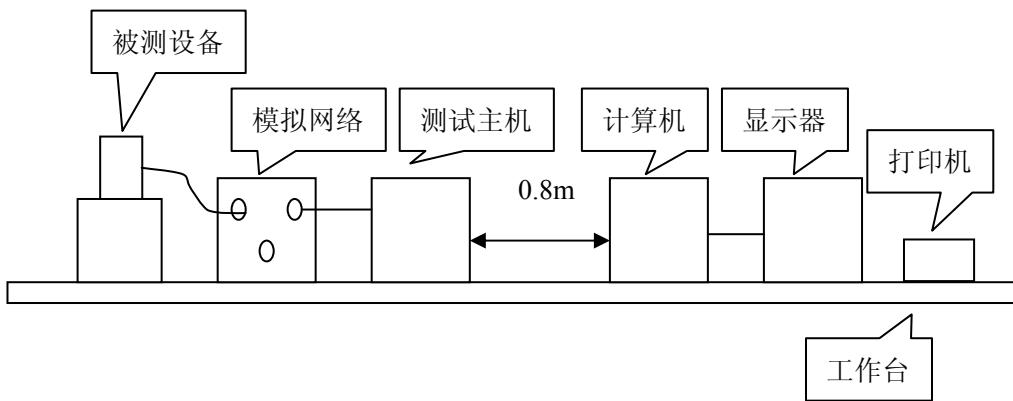
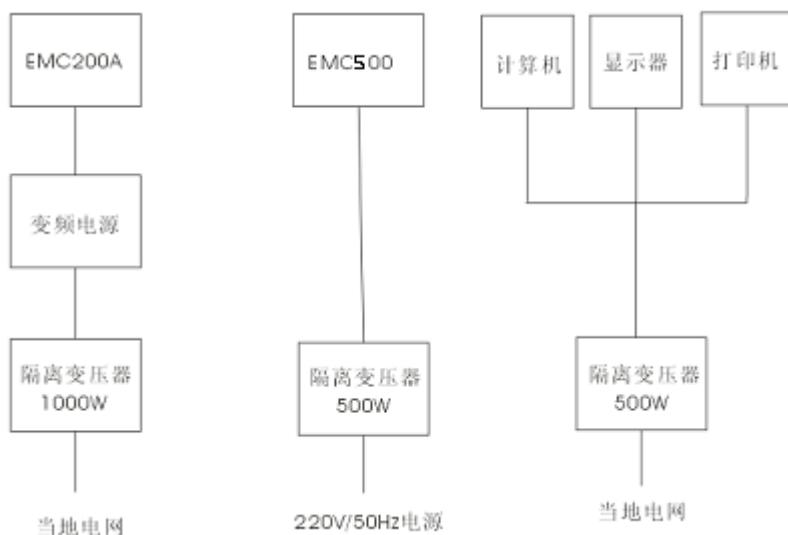

图 2 系统布置示意图
图 3 隔离变压器的摆放
如图 3 所示，配置 3 个隔离变压器，计算机、打印机配用一个； EMC500 接收机配用一个；EMC200A 匹配网络用一个，若有条件，在隔离变压器与 EMC200A 之间接一个变频电源，以给被测设备提供一个
注意：图 3 所示的 1000W 隔离变压器是一个参考量，用户应该根据被测设备的功率选择合理的隔离变压器瓦数；同样，变频电源的瓦数也取决于被测设备。
- (1) 按图 2 和图 3 所示的位置摆放好后，首先连接 EMC200A 匹配网络和放置在后面的金属板，要用 6 根适当长度、较粗的多股铜线连接 EMC200A 匹配网络后面板上的 6 只接线端子，6 根铜线的另一头应焊一只连接片，连接片与金属板的应可靠连接，并用螺栓紧固。
- (2) 连接好 EMC500 接收机与电脑之间的通讯线。